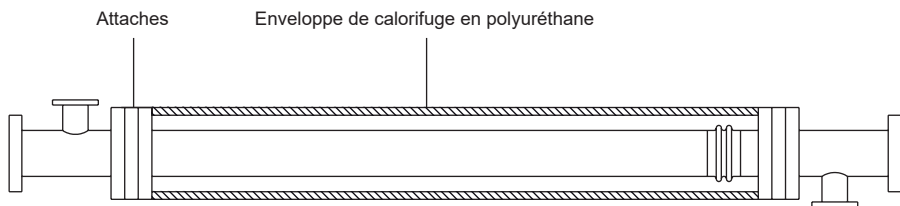

Fig. 11
- 4.10** Pour protéger le joint de dilatation des dommages extérieurs et optimiser la consommation d'énergie, il est conseillé d'utiliser une enveloppe isolante en polyuréthane, comme le montre la figure 11.